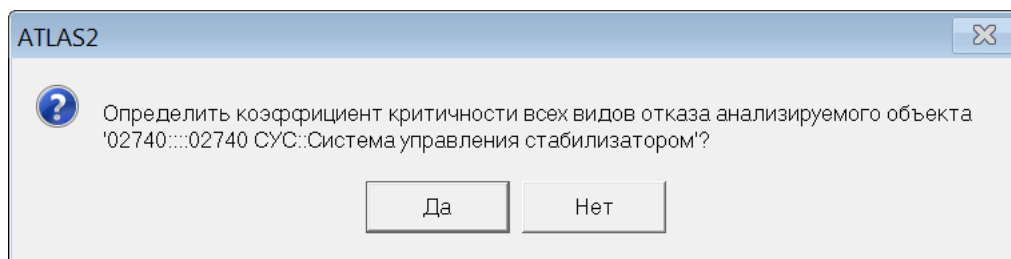

Рис. 11-141 – Диалоговое окно для подтверждения действия
- 6) В открывшемся диалоговом окне нажать «Да» для подтверждения действия (рис. 11-141).